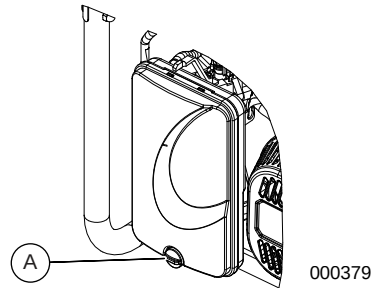

Figura 4-3. Ensamblaje del filtro de aire
1. Consulte Figura 4-3. Gire el mando (A) y retire la cubierta del filtro de aire.